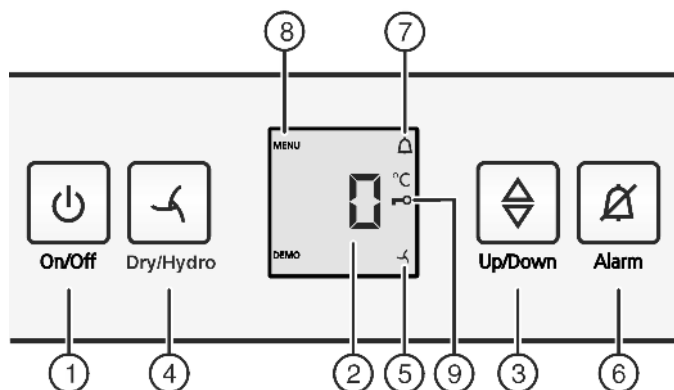

Fig. 2
- ▶ нажмите кнопку On/Off Fig. 2 (1).
- ▶ Активация режима настройки: удерживайте кнопку «Dry/Hydro» Fig. 2 (4) прилб. 6 секунд.
- ▷ Символ меню Fig. 2 (8) горит.
- ▶ Коротко нажмите кнопку Dry/Hydro Fig. 2 (4) для подтверждения.
- ▶ Для включения защиты от детей коротко нажмите кнопку Dry/Hydro Fig. 2 (4).
- ▷ Символ "Защита от детей" Fig. 2 (9) горит. На индикации мигает **с**.
- ▶ Для выключения защиты от детей коротко нажмите кнопку Dry/Hydro Fig. 2 (4).
- ▷ Символ защиты от детей Fig. 2 (9) гаснет. На индикации мигает **с**.
- ▶ Выход из режима настройки: Нажать кнопку "On/Off" Fig. 2 (1).
- ▶ Нажмите кнопку Alarm Fig. 2 (6).